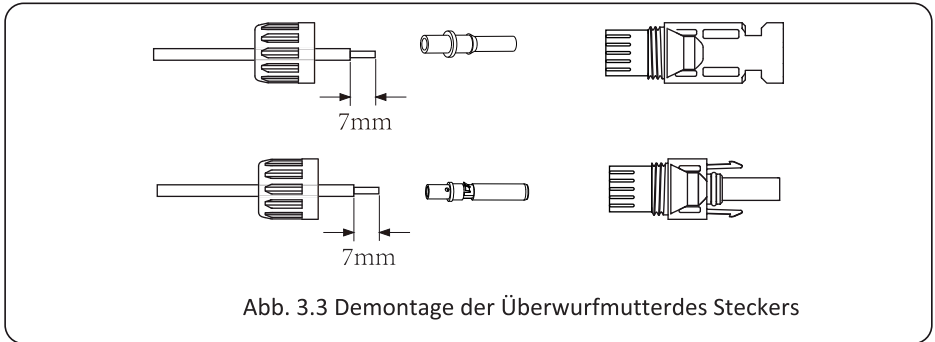

Abb. 3.3 Demontage der Überwurfmutter des Steckers
a) Das Gleichstromkabel ca. 7mm abisolieren, die Überwurfmutter des Steckers demontieren (siehe Abb. 3.3)..